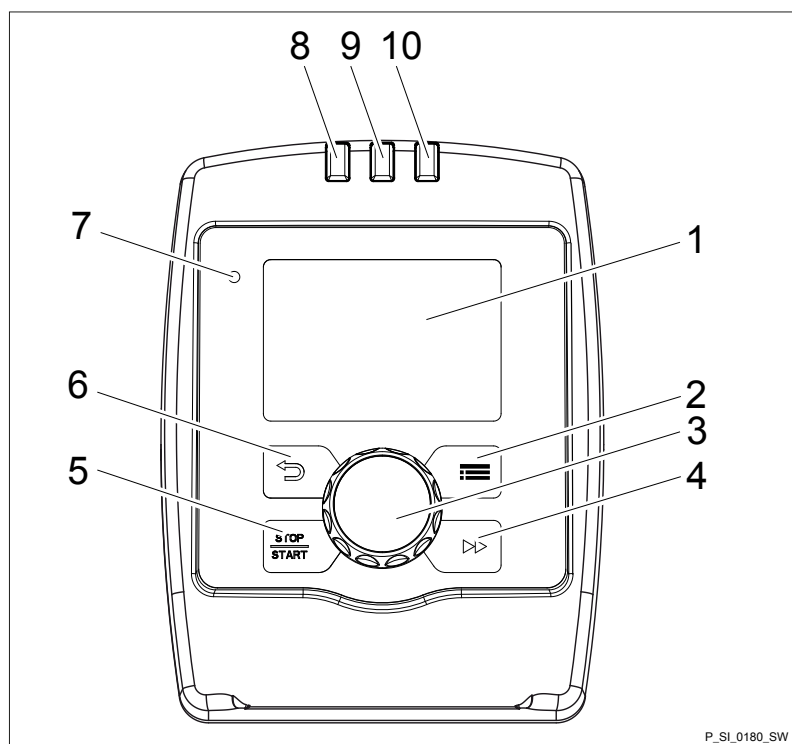

Fig. 5 : Éléments de commande HMI Sigma X type de commande
- 8 LED d'état (comme Fig. 5) et LED d'état CAN Bus (externe)